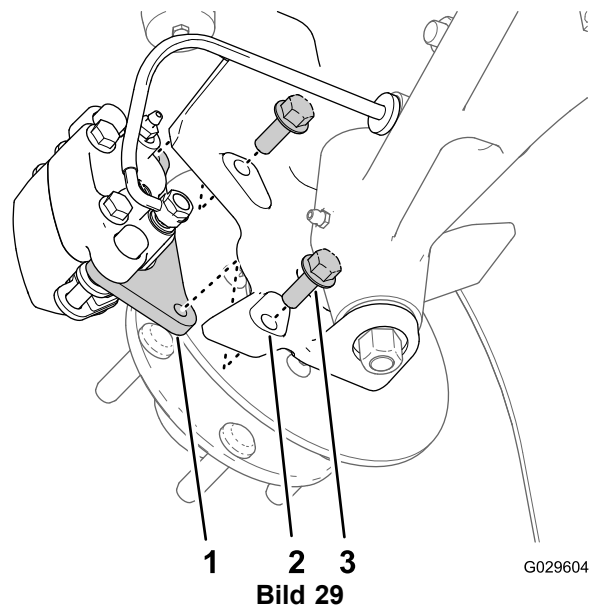
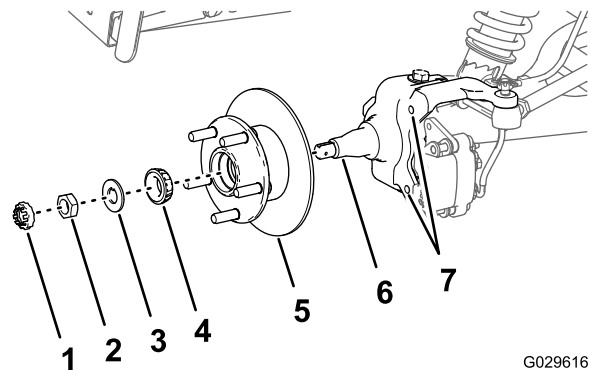

Bild 29
Bild 33
3. Entfernen Sie die Bundkopfschrauben (3/8" x 1"), mit denen die Halterung für die Bremse an der Spindel befestigt ist, und nehmen die Bremse von der Spindel ab (Bild 29).
1. Fetten Sie die Spindel leicht mit der angegebenen Fettsorte ein (Bild 33).
2. Montieren Sie die Radnabe und den Drehzylinder an der Spindel mit dem Drehzylinder innen (Bild 33).
3. Montieren Sie das Außenlager an der Spindel und setzen das Lager auf den äußeren Lagerring (Bild 33).
4. Legen Sie die Nasenscheibe auf die Spindel (Bild 33).
5. Schrauben Sie die Spindelmutter auf die Spindel und ziehen die Mutter an, während Sie die Radnabe drehen (Bild 33).
2. Fluchten Sie die Bremsbeläge mit jeder Seite des Drehzylinders (Bild 29) und die Löcher in der Bremsbackenhalterung mit den Löchern im Bremsenhalter des Spindelrahmens aus (Bild 33).
3. Befestigen Sie die Bremsbackenhalterung mit den zwei Bundkopfschrauben (3/8" x 1") am Spindelrahmen (Bild 29) und ziehen Sie die Schrauben bis auf 47-54 N·cm an.